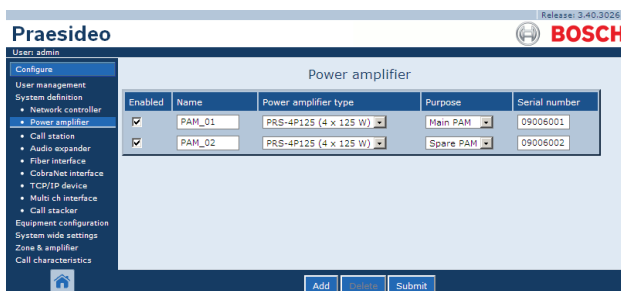

Abbildung 42.8: Endstufe löschen, Schritt 1
- 1 Gehen Sie zu *Configure > System definition > Power amplifier*. Im Main Frame der webbasierten Benutzeroberfläche wird ein Bildschirm angezeigt, der dem in Abbildung 42.8 gleicht.